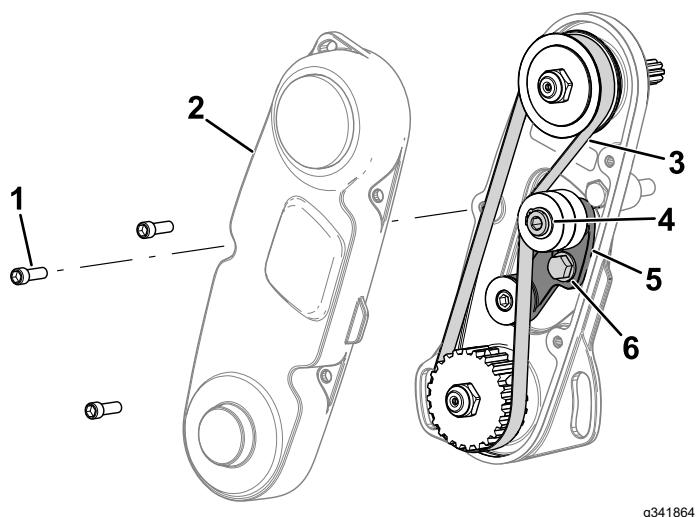

Figura 14
3. Utilizați o cheie dinamometrică cu tijă pentru a aplica 6 – 7 N·m de forță la nivelul șurubului interior al brațului de ghidare superior (Figura 14).